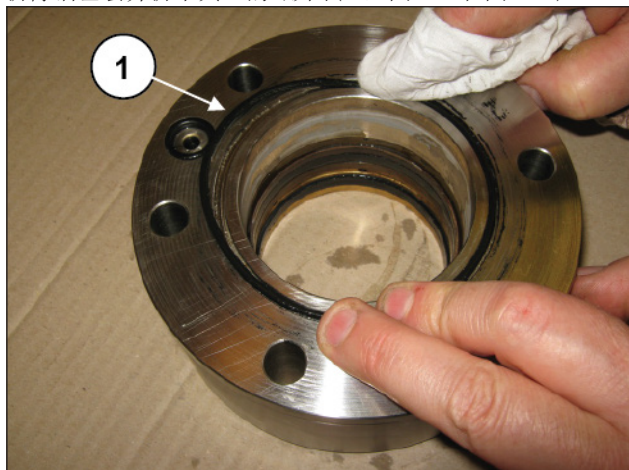
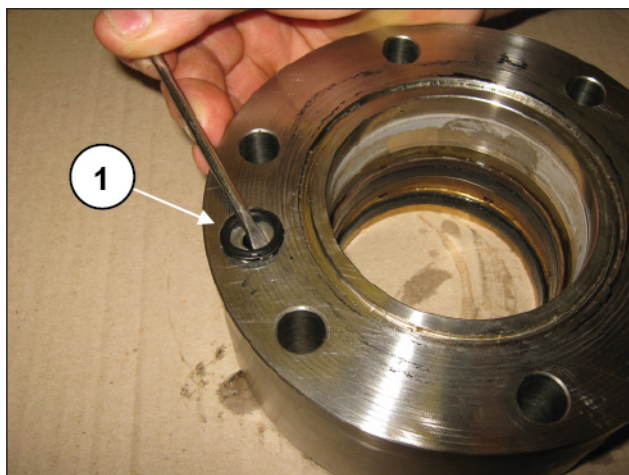

图 210
图 211
拆除活塞套并拆下其上的O形圈(①, 图 210和图 211)。